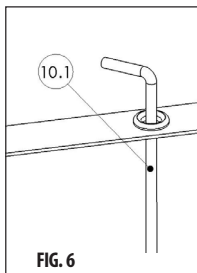
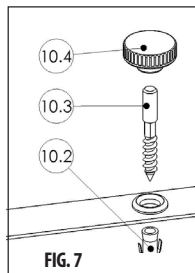

FIG. 6
FIG. 7
- 9) Para el anclaje del producto en el terreno está destinado el juego de anclaje que forma parte del suministro. Este juego contiene elementos para el anclaje en el césped (FIG. 6) y en una superficie sólida (FIG. 7).